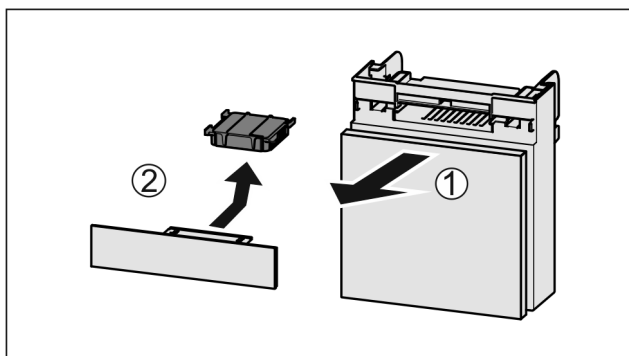

Fig. 114
- Pretinac izvucite Fig. 114 (1) prema naprijed.
- Izvadite filtara s aktivnim ugljenom Fig. 114 (2).